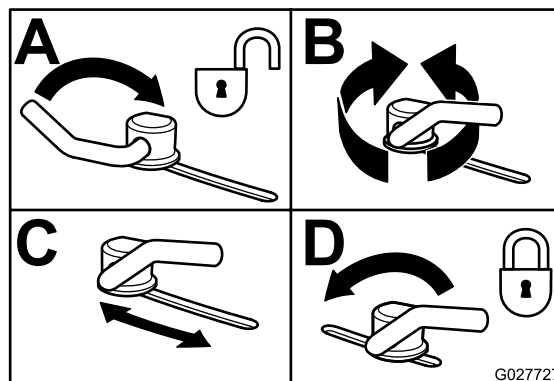

Figure 37
3. Pour régler les verrous à came, soulevez le levier pour desserrer le verrou (Figure 37).
5. Repoussez le levier à sa position d'origine pour serrer le déflecteur et les verrous (Figure 37).